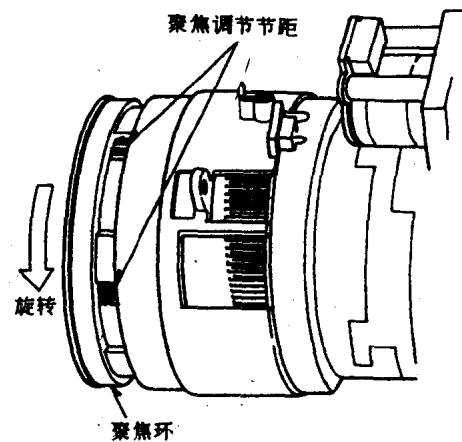

图 T11
(16) 为了锁紧聚焦环，顺时针旋转聚焦调节节距 (图 T11)。